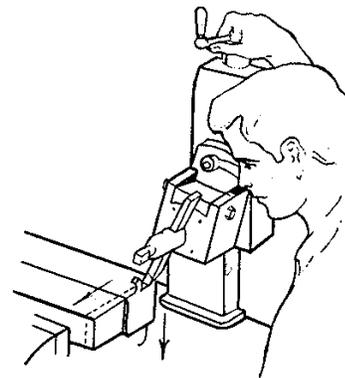

Fig. 5
- d Cepille con avance manual del carro (fig. 5).
- c Incline el carro porta-herramientas (fig. 5).